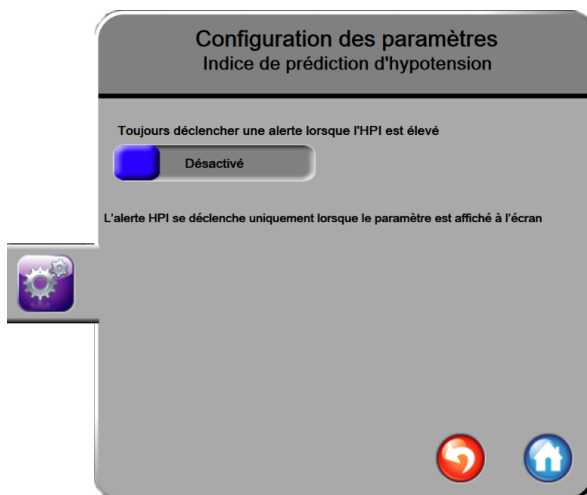

Figure 12-4 Configuration des paramètres - bouton bascule de la barre d'informations du paramètre HPI
- 5 Appuyer sur le bouton bascule **Toujours déclencher une alerte lorsque l'HPI est élevé** pour placer l'indicateur sur **Désactivé**. Voir la figure 12-4.